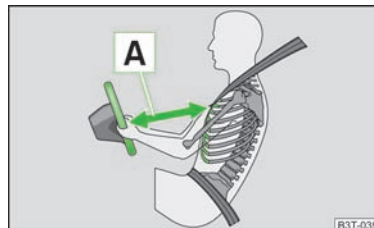

Abb. 81
- Für den Fahrer und Beifahrer ist es wichtig, einen Abstand von mindestens 25 cm zum Lenkrad bzw. zur Schalttafel einzuhalten » Abb. 81 A. Wenn Sie den Mindestabstand nicht einhalten, kann Sie das Airbag-System nicht schützen - Lebensgefahr! Außerdem müssen die Vordersitze immer der Körpergröße entsprechend richtig eingestellt sein.